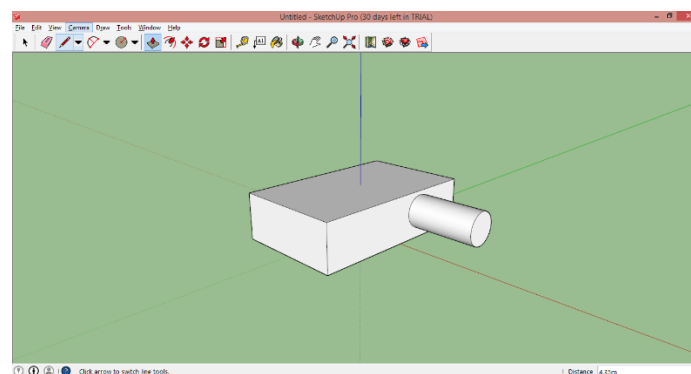

Рисунок 2.5
5. Тепер вибираємо інструмент «Circle»  і намалюємо його на поверхні нашої коробки, далі видавимо його за допомогою вже знайомої нам команди «Push / Pull»  (рис. 2.5).